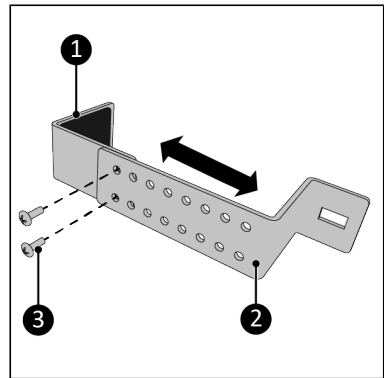

Abbildung 138.
3. Verschrauben Sie das Oberteil (Abbildung 138, Pos. 1) und das Unterteil (Abbildung 138, Pos. 2) mit zwei M5 x 10 mm Schrauben (Abbildung 138, Pos. 3). Stellen Sie sicher, dass die Breite etwas größer ist als die Breite des Fensterrahmens.